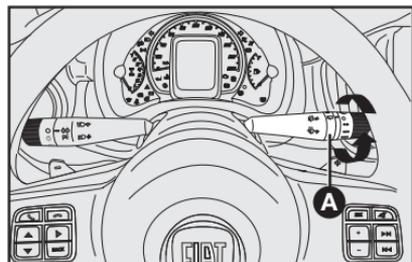

fig. 68
## Limpador/lavador do vidro traseiro - fig. 68 e 69
1) Girar a empunhadura **A-fig. 68** da posição **O** para ;